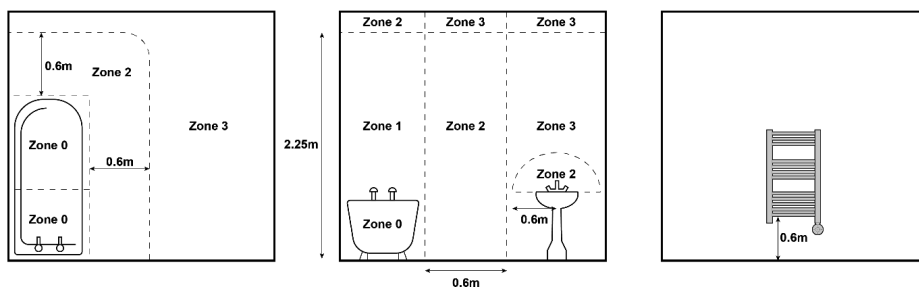

Abbildung 3
- WARNUNG: Um eine Gefährdung von Kleinkindern zu vermeiden, muss dieses Gerät so installiert werden, dass sich die unterste Heizschiene mindestens 600 mm über dem Boden befindet (siehe Abbildung 3).
WARNUNG: Um eine Gefährdung von Kleinkindern zu vermeiden, muss dieses Gerät so installiert werden, dass sich die unterste Heizschiene mindestens 600 mm über dem Boden befindet (Abbildung 3).
- Der Regler darf nicht in einen Handtuchhalter in ZONE 0 oder ZONE 1 (Zonendefinition IEC 60364-7-701 in Abbildung 3) eingebaut werden.